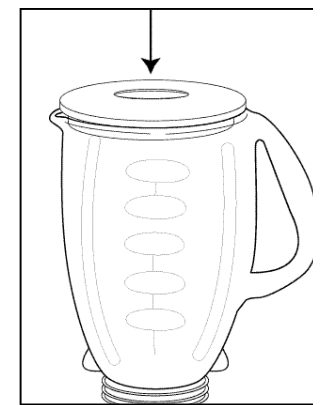

FIGURE 7
- Ne pas retirer le couvercle pendant l'utilisation. Enlever le bouchon-mesure pour ajouter les petits ingrédients. (Figure 7)